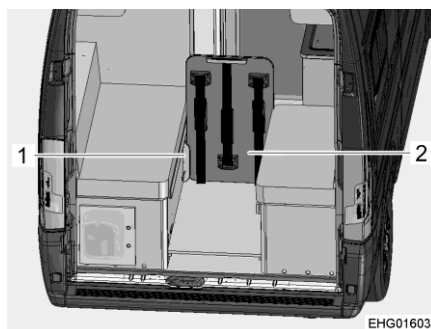

Fig. 41 Mesa plegable fijada en las guías de sujeción
- Encajar la mesa plegable (Fig. 41,2) en las guías de sujeción (Fig. 41,1). Las guías de sujeción están instaladas en los bancos. En esta posición, la mesa plegable también sirve como separador del compartimento de carga.